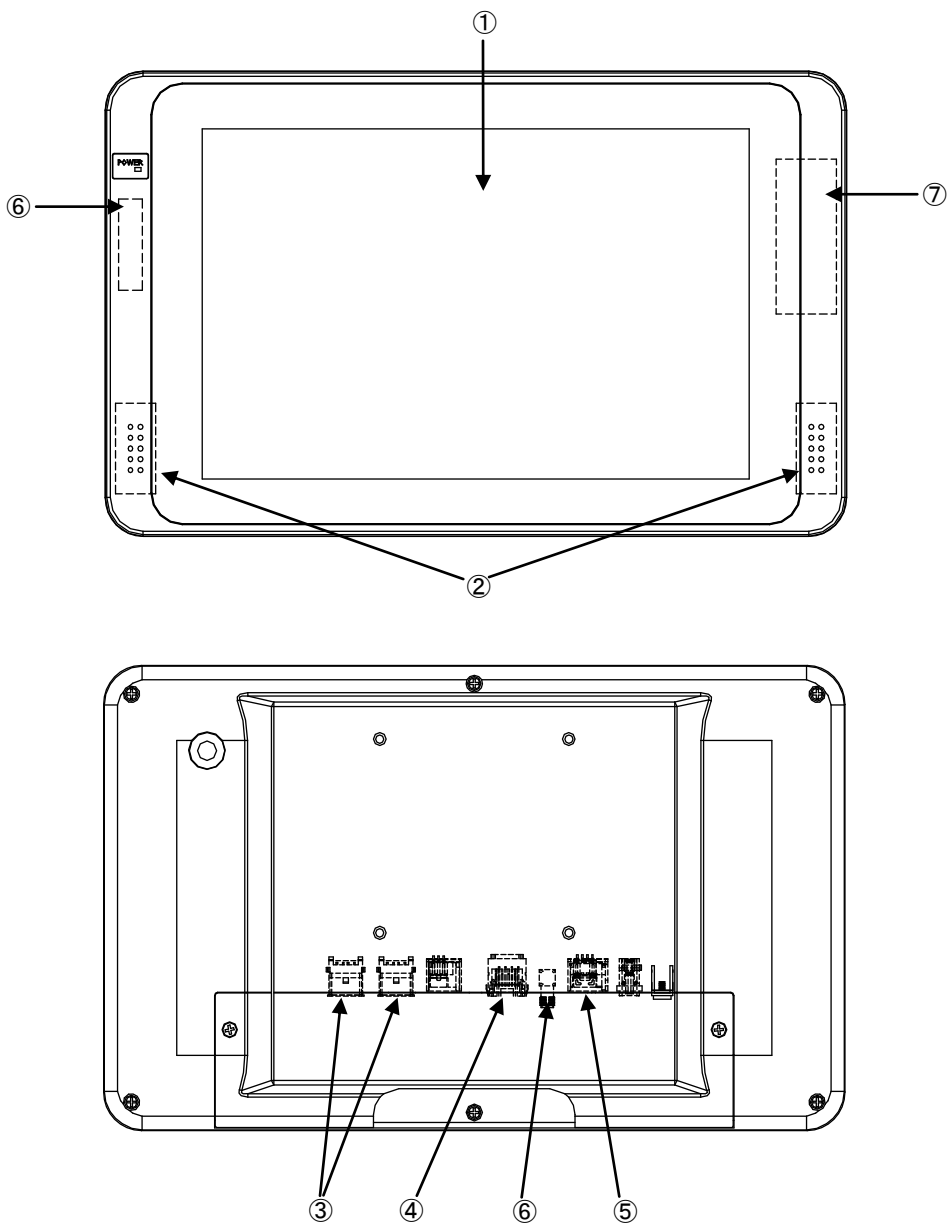

図 3-1-1. 外形図 (MT4-101BNA)
MT シリーズの例として、MT4-101BNA の外形図を図 3-1-1 に示します。各部名称を表 3-1-1 に示します。
COM1	SI01 (図 3-1-1 ⑤) アプリケーションでシリアル通信に使用できます。 (RxD、TxD、GND 信号に対応しています。他の信号には対応していません。)
ローカルエリア接続	LAN1 (図 3-1-1 ④): 1000BASE Ethernet